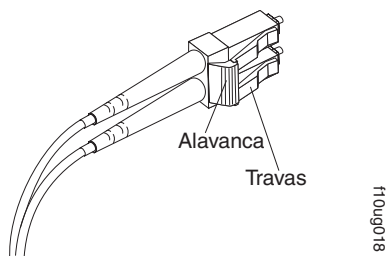

Figura 34. Alavanca e Travas do Cabo Fibre Channel LC-LC
1. Na extremidade do cabo que se conecta à extremidade do conector LC do adaptador do cabo LC-SC, mantenha pressionada a alavanca para soltar as travas. A Figura 34 na página 64 mostra o local da alavanca e as travas.